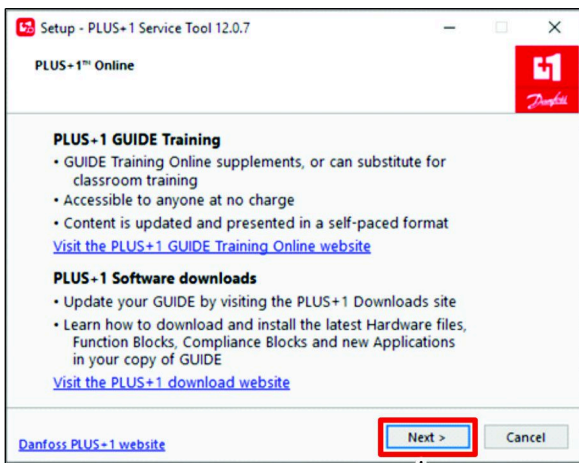

Figure 24
6. Dans la boîte de dialogue Plus+1 Online, cliquez sur le bouton SUIVANT (Figure 24).